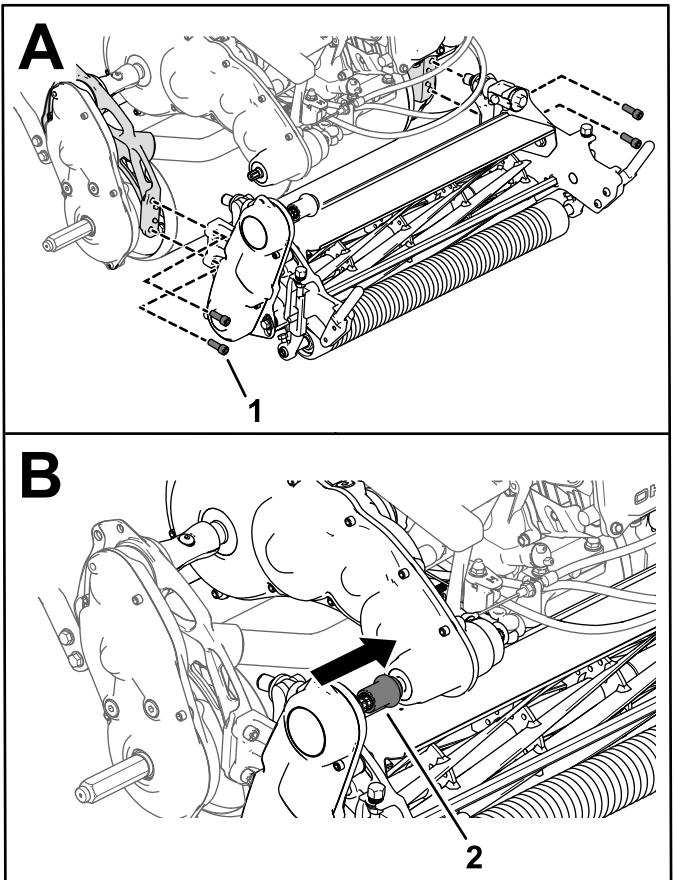

Рисунок 46
3. С помощью 4 винтов с головкой под торцевой ключ прикрепите режущий блок к раме (Рисунок 46).
4. Надвиньте муфту привода режущего блока на вал привода трансмиссии (Рисунок 46).